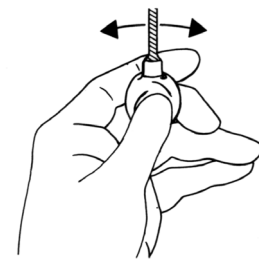

Figure 4-3c. Faire tourner le ballon
7. Faire tourner le ballon jusqu'à ce que toutes les bulles d'air se regroupent en une seule et même bulle. (**Figures 4-3c et 4-3d**)